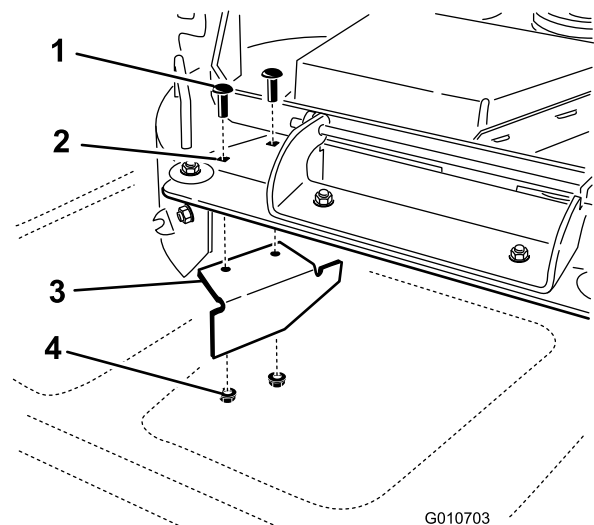

Figure 1
5. Trouvez le déflecteur sur l'ouverture d'éjection latérale sur le tablier de 54 pouces (Figure 1).